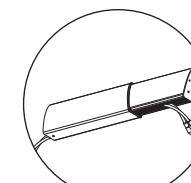
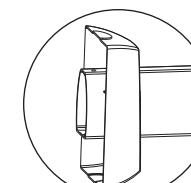
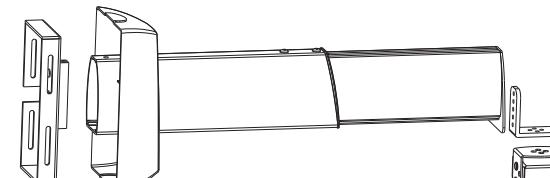
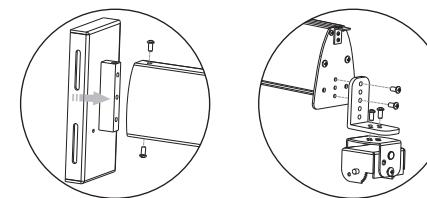

图1
图2
图3
图4
- 1 首先把线材收纳到安装支杆内, 如图1。然后能把底盖套入吊架支杆, 如图2。把后安装板安装到吊架支杆, 紧固螺丝(配件⑤), 如图3。把前安装板安装到吊架副杆的面板上, 再把角度调节器安装到前安装板上, 紧固螺丝(配件⑥), 如图4。